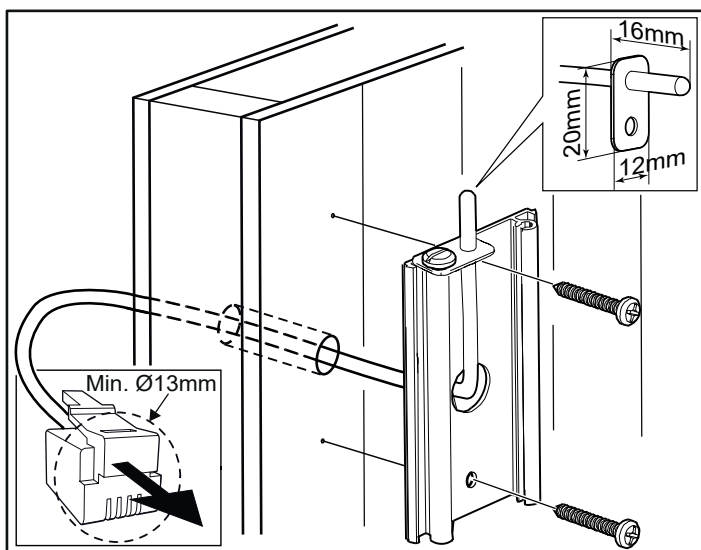

Afbeelding 14: Borgschroef voor beugel
12. Zet de kachel vast met de borgschroef (zie afbeelding 14).